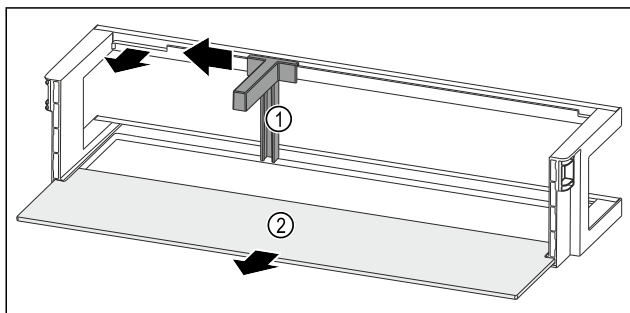

Fig. 118 Balconcino controporta con portabottiglie e ripiano
- Spingere il portabottiglie Fig. 118 (1) lateralmente fino all'incavo.
- Rimuovere il portabottiglie Fig. 118 (1).
- Rimuovere il ripiano Fig. 118 (2).